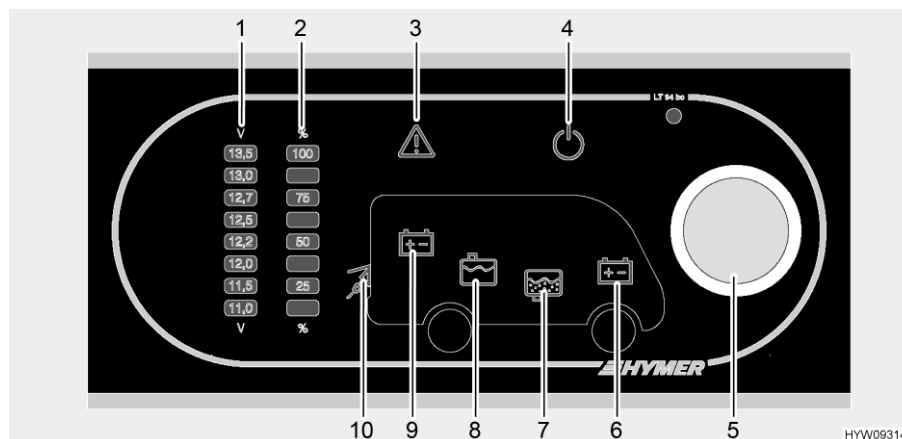

Fig. 132 Pannello di controllo (LT 94)
Il pulsante a rotazione (Fig. 132,5) inserisce o disinserisce il pannello di controllo e l'alimentazione a 12 V dell'abitacolo.
Accensione: ■ Premere il pulsante a rotazione (Fig. 132,5): L'alimentazione a 12 V dell'abitacolo è inserita. La spia di controllo a 12 V (Fig. 132,4) diventa verde.
Spegnimento: ■ Premere il pulsante a rotazione (Fig. 132,5): L'alimentazione a 12 V dell'abitacolo è disinserita. La spia di controllo a 12 V (Fig. 132,4) si spegne.
Mediante il pulsante a rotazione (Fig. 132,5) si possono interrogare sia la tensione della batteria dell'abitacolo che la tensione della batteria di avviamento. La tensione viene visualizzata sulla scala indicatore per la tensione della batteria (Fig. 132,1).
- Ruotare il pulsante a rotazione (Fig. 132,5), finché si accende il simbolo della batteria della quale deve essere interrogata la tensione.
Viene indicata la tensione della batteria dell'abitacolo (Fig. 132,9)
Viene indicata la tensione della batteria di avviamento (Fig. 132,6)
- Leggere la tensione sulla scala indicatore della tensione della batteria (Fig. 132,1).
Mediante il pulsante a rotazione (Fig. 132,5) si possono interrogare sia il livello del serbatoio dell'acqua che il livello del serbatoio delle acque grigie. Il livello viene visualizzato sulla scala indicatore livello dei serbatoi (Fig. 132,2).
- Ruotare il pulsante a rotazione (Fig. 132,5), finché si accende il simbolo del serbatoio del quale deve essere interrogato il livello.
Viene indicato il livello del serbatoio dell'acqua (Fig. 132,8)
Viene indicato il livello del serbatoio delle acque grigie (Fig. 132,7)
- Leggere il livello sulla scala indicatore del livello serbatoio (Fig. 132,2).
La spia luminosa Alarm (Fig. 132,3) lampeggia non appena i valori limite fissati vengono superati per eccesso o per difetto.
La spia luminosa Alarm (Fig. 132,3) lampeggia non appena la tensione della batteria scende al di sotto di 11 V. Se l'alimentazione a 12 V è accesa, si accende anche il relativo simbolo della batteria (Fig. 132,6 o 9), e l'indicatore "11,0" sulla scala indicatore della tensione della batteria (Fig. 132,1) lampeggia. Rischio di uno scaricamento totale della batteria.
La spia luminosa Alarm (Fig. 132,3) lampeggia ed il relativo simbolo del serbatoio (Fig. 132,7 o 8) si accende non appena il serbatoio dell'acqua è vuoto o il serbatoio delle acque grigie è pieno.
La spia di controllo a 230 V (Fig. 132,10) si accende quando all'ingresso della centralina elettrica è presente una tensione di rete.